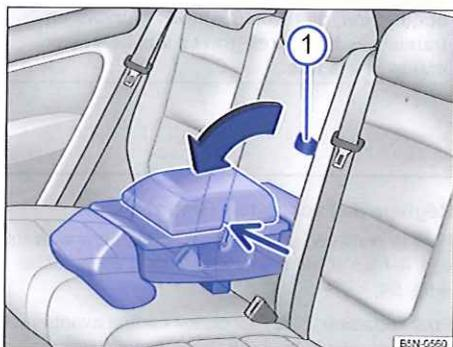

Fig. 55 Dans le dossier de banquette arrière : escamotage de l'accoudoir central arrière
Pour escamoter l'accoudoir central arrière, abaissez complètement l'appuie-tête de la place centrale ⇒ page 74 et tirez l'accoudoir central arrière vers l'avant à l'aide de la dragonne ⇒ fig. 55 **①**.
Si vous souhaitez utiliser les porte-boissons placés sous le rembourrage d'accoudoir, vous pouvez retirer celui-ci en procédant vers le haut ⇒ page 184. Lors de la mise en place du rembourrage d'accoudoir, l'évidement du rembourrage doit se trouver du côté gauche ⇒ fig. 55 et être fermement encliqueté.